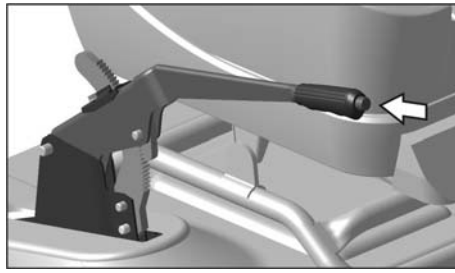

Рис. 5.10. Рычаг стояночного тормоза
**24 – рычаг стояночного тормоза.** Для затормаживания автомобиля необходимо потянуть рычаг (рис. 5.10) вверх; при этом, если включено зажигание, на комбинации приборов загорается прерывистым светом сигнализатор. Для возвращения рычага в исходное положение необходимо нажать кнопку на торце рукоятки рычага; при растормаживании сигнализатор гаснет.